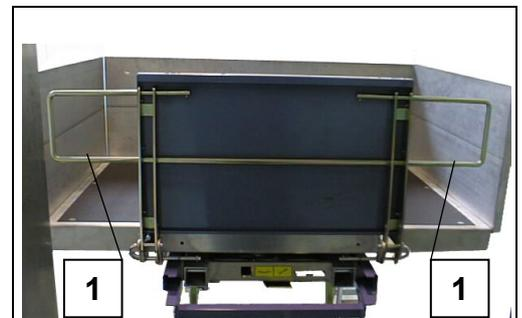

Fig. 53 Entladebordwand
- Schutzbügel (Fig. 53 pos.1) nach außen schieben.